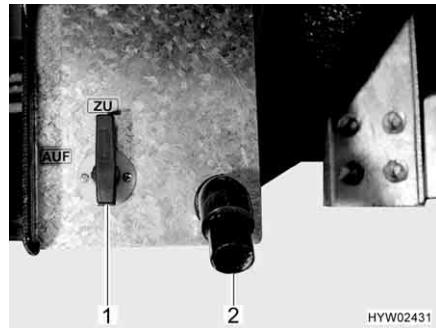

Fig. 168 Leva di comando e tubo di scarico del serbatoio delle acque grigie
La leva di comando (Fig. 168,1) per lo scarico delle acque grigie è installata accanto al tubo di scarico (Fig. 168,2) sul lato destro o sinistro del veicolo. Il tubo di gomma per lo scarico (di serie) è posto nel vano portabombole e può essere usato come prolunga fissandolo al tubo di scarico.
- Fissare il tubo di gomma per lo scarico al tubo di scarico (Fig. 168,2).
- Aprire il rubinetto di scarico. A tal fine ruotare la leva di comando (Fig. 168,1 o Fig. 169,2) del rubinetto di scarico di un quarto di giro oppure estrarre il pulsante di comando (Fig. 170,1).
- Dopo il deflusso completo delle acque grigie, richiudere il rubinetto di scarico. A tal fine ruotare la leva di comando (Fig. 168,1 o Fig. 169,2) del rubinetto di scarico di un quarto di giro in senso orario oppure premere verso l'interno il pulsante di comando (Fig. 170,1).